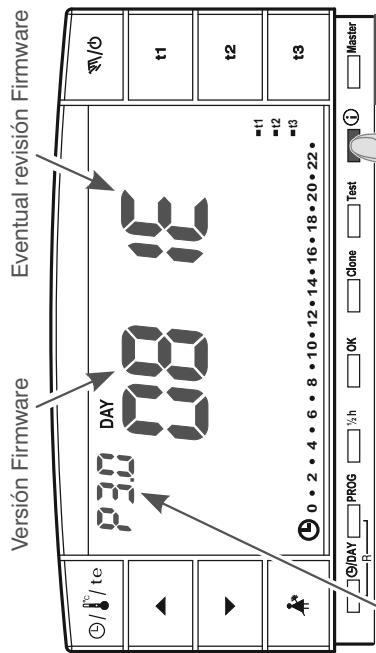

fig. 64
- Pulsar una vez la tecla **i**: en pantalla aparecerá la versión de protocolo radio, la versión del firmware instalado y la revisión (ejemplo fig. 64).